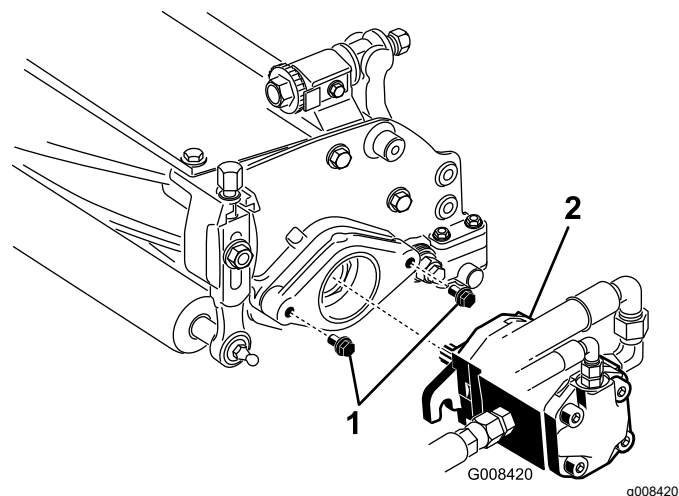

Figura 8
7. Asigurai-vă că există aproximativ 13 mm de filet expus pe fiecare urub de montare a motorului de acionare a cilindrului (Figura 8).
8. Acoperii arborele canelat al motorului cu lubrifíant curat i instalaí motorul, rotindu-l în sensul acelor de ceasornic, astfel încât flanele motorului să se îndepărteze de tifturi. Rotii motorul în sens invers acelor de ceasornic până când flanele înconjoară tifturile (Figura 8).
9. Strângeí uruburile de montare (Figura 8).